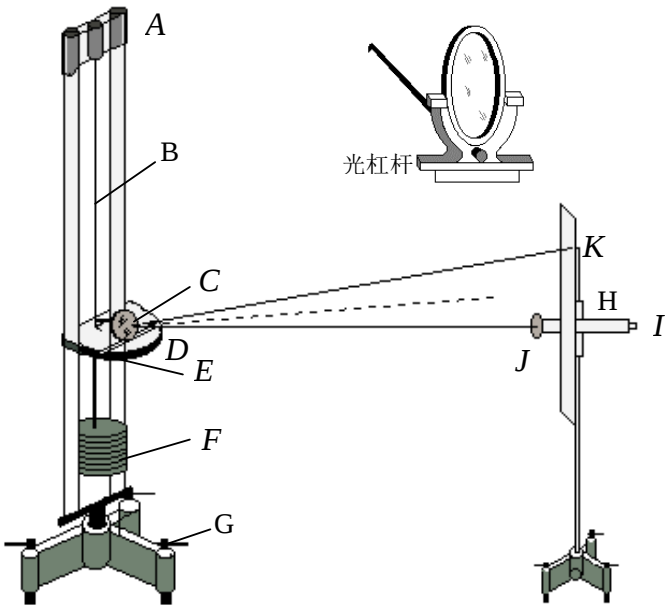

图 3-3-3 杨氏模量测定仪实验装
(1) 实验装置如图 3-3-3 所示。用实验室准备的水平仪放置在平台上, 调节支架底脚螺丝, 确保平台水平。调平台的上下位置, 使管制器顶部与平台的上表面共面。
(2) 测量钢丝长度, 应注意两端点的位置, 上端起于夹钢丝的两个半圆柱的下表面, 下端止于管制器的下表面。
(3) 将光杠杆放置于平台上, 旋松固定螺丝移动杠杆使其前两锥形足尖(或刀口)放入平台的沟槽内, 后锥形足尖放在管制器的槽内, 再旋紧螺丝。之后再调节平面镜的仰角使镜面垂直, 即光杠杆镜面法线与望远镜轴线大体重合, 按先粗调后细调的原则, 使其能将标尺上的刻度反射到望远镜里, 利用望远镜上的准星瞄准光杠杆平面镜中的标尺像。
(4) 调节望远镜目镜看清叉丝, 再调聚焦旋钮可以找到标尺, 如果没找到标尺请不要过急调聚焦旋钮, 重新瞄准光杠杆平面镜中的标尺像, 重复以上调试。要注意: 使标尺的像消除视差(即眼睛上下移动时, 所看到的竖尺刻度像和叉丝之间应没有相对变动)。
(5) 光杠杆、望远镜、标尺调整好以后, 整个实验中防止位置变动。加减砝码要轻放轻取避免晃动、倾斜, 使钢丝与管制器之间发生摩擦, 待钢丝静止后(用手轻扶使其静止)再读数。
(6) 观测标尺时眼睛正对望远镜，不得忽高忽低引起视差。